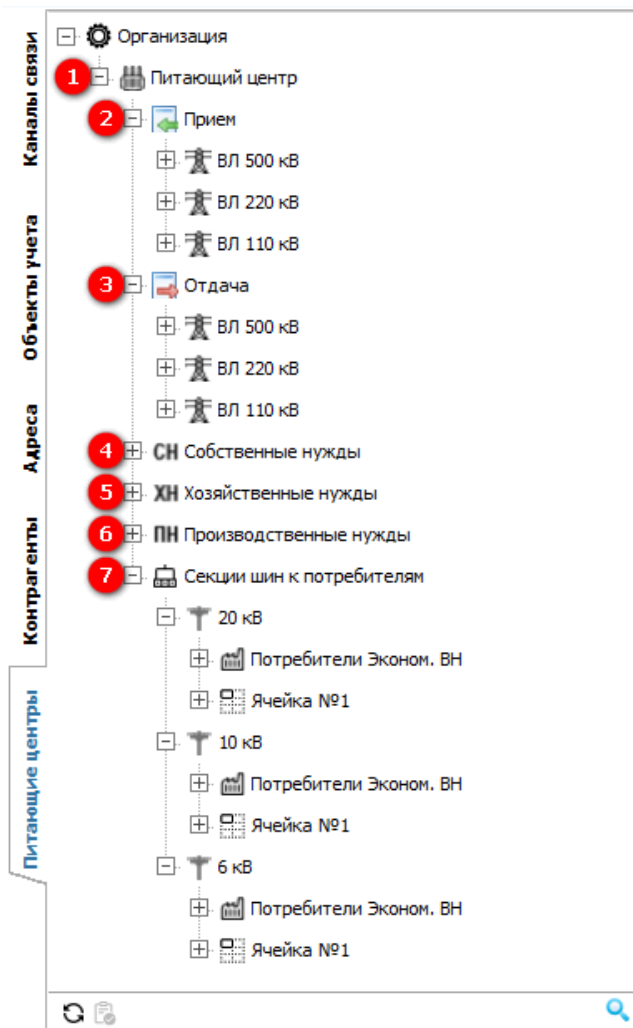

Рисунок 364 – Дерево Питающие центры
Вкладка **Питающие центры** представляет собой структуру Питающего центра (1) (см. рисунок 364), состоящую из групп «Прием» (2), «Отдача» (3), «Собственные нужды» (4), «Хозяйственные нужды» (5), «Производственные нужды» (6), «Секции шин к потребителям» (7). Группы «Прием», «Отдача» и «Секции шин к потребителям» состоят из подгрупп «ВЛ 500 кВ», «ВЛ 220 кВ», «ВЛ 110 кВ», «Секция шин 20 кВ», «Секция шин 10 кВ», «Секция шин 6 кВ», «Ячейка», «Потребители ВН». Все группы и подгруппы сформированы в виде древовидной схемы (далее дерево), которая позволяет отображать и управлять структурой все вышеперечисленных групп и подгрупп, а именно добавление, редактирование, удаление и пр.